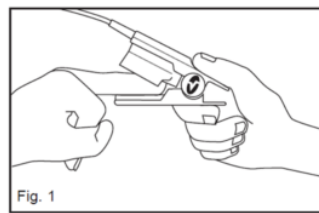

Fig. 1
- (1) Fig. 1을 참조하여 힌지탭(hinge tab)을 눌러 센서를 연다. 선택한 손가락이 센서의 위에 표시된 손가락과 일치하도록 위치를 조정한다. 선택한 손가락을 센서의 창 위에 올려 놓는다. 케이블이 연결된 센서 부분을 탑(top)이라 할 때, 그 아래부분에 감지창이 있으며, 감지창이 손가락 살이 볼록한 부위에 덮이도록 손가락 위치를 정한다. 이때, 손가락 끝이 센서 내부의 돌출된 손가락 스탑(stop)에 닿아야 한다. 만약 손톱이 길다면 손가락 스탑을 넘어 지나갈 수 있다.